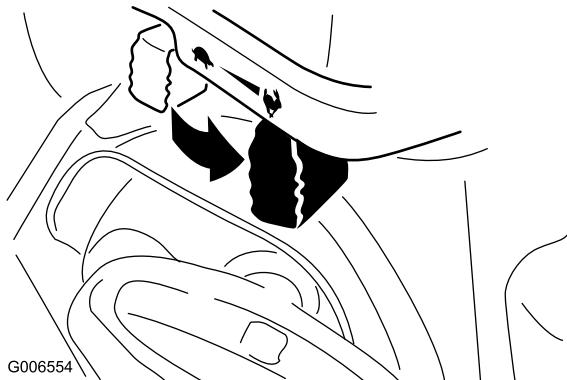

Рисунок 31
- Переведите дроссельный кран в положение Fast (Быстро) (Рисунок 31).